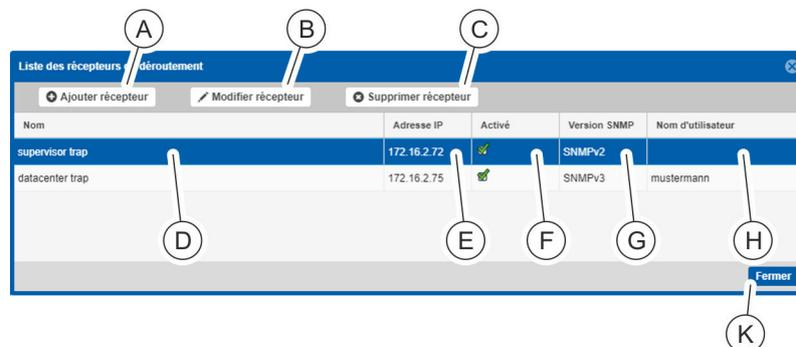

Fig. 140 : Fenêtre « Liste des récepteurs de déroutement »
- ⇒ La fenêtre « Liste des récepteurs de déroutement » s'ouvre (Fig. 140).
- (A) Bouton « Ajouter récepteur » pour ajouter un récepteur de déroutement
- (B) Bouton « Modifier récepteur » pour modifier un récepteur de déroutement
- (C) Bouton « Supprimer récepteur » pour supprimer un récepteur de déroutement
- (D) Colonne « Nom » avec la désignation du récepteur de déroutement
- (E) Colonne « Adresse IP » avec l'adresse IP du récepteur de déroutement
- (F) Colonne « Activé » indiquant si le récepteur de déroutement est (in)actif.
- (G) Colonne « Version SNMP » indiquant la version SNMP du récepteur de déroutement
- (H) Colonne « Nom d'utilisateur » indiquant le nom d'utilisateur
- (K) Bouton « Fermer » pour fermer la fenêtre
3. Définir un récepteur de déroutement en appuyant sur le bouton « Ajouter récepteur » (Fig. 140 /A).
Il est possible de configurer des récepteurs de déroutement avec le protocole SNMPv1/ SNMPv2 et des récepteurs de déroutement avec le protocole SNMPv3 (Fig. 140).
4. Après la création des récepteurs de déroutement, quitter la fenêtre en appuyant sur « Fermer » (Fig. 140 /K).